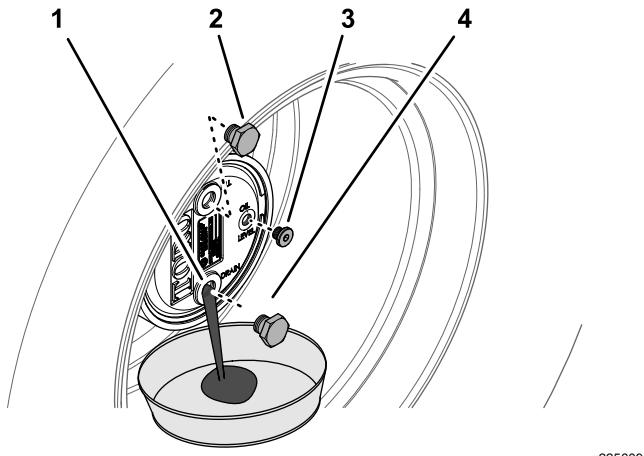

Рисунок 61
2. Снимите пробку заливного отверстия, расположенную в положении «12 часов», и пробку контрольного отверстия, расположенную в положении «3 часа» (Рисунок 61).
3. Подставьте сливной поддон под ступицу планетарной передачи, снимите пробку сливного отверстия, расположенную в положении «6 часов», и дайте маслу полностью стечь (Рисунок 61).
5. Установите пробку сливного отверстия в сливное отверстие корпуса планетарного редуктора (Рисунок 61).